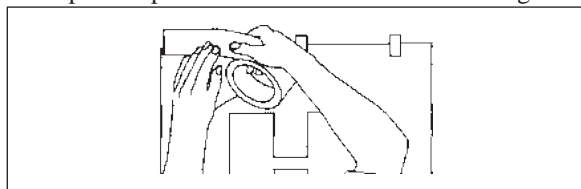

Fig. 9
2. Applicare da 5 cm a 7 cm di nastro sopra il bordo superiore per creare una sorta di cerniera. Fig. 9